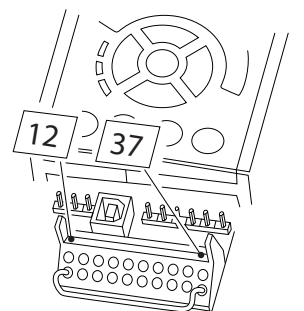

Bild 2.1 Sätt en bygeln mellan plint 37 och 24 V DC
1. Bygeln mellan plint 37 och 24 V DC måste tas bort. Det räcker inte att klippa eller bryta bygeln. Ta bort den helt för att undvika kortslutning. Se bygeln på Bild 2.1.